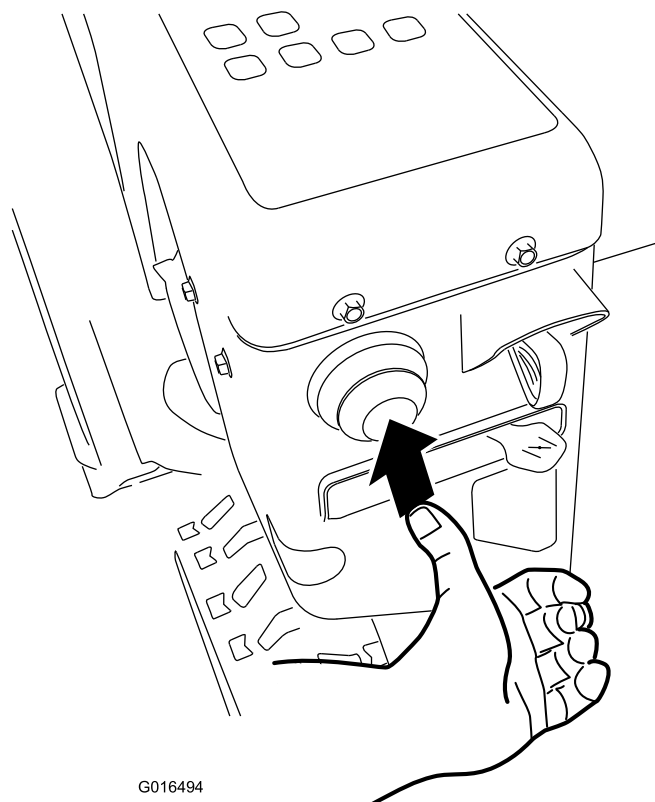

Figure 23
4. Appuyez fermement sur l'amorceur avec le pouce, comme indiqué par le tableau ci-dessous, en marquant une pause d'une seconde avant de relâcher la pression (Figure 23).